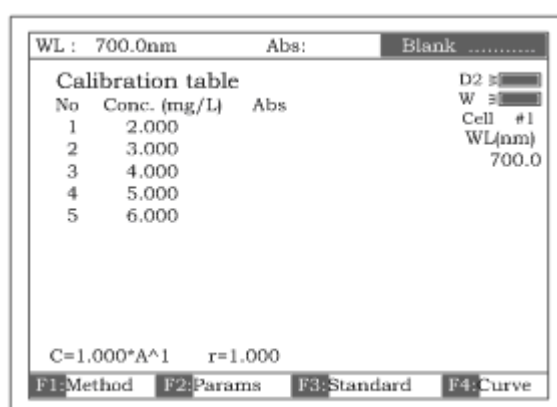

Рисунок 32
3.3.2. Установите кювету с холостым раствором на пути светового луча, нажмите клавишу **[0Abs/%T]**, прибор сделает шаг по длине волны и сбросит показания (рис.32).